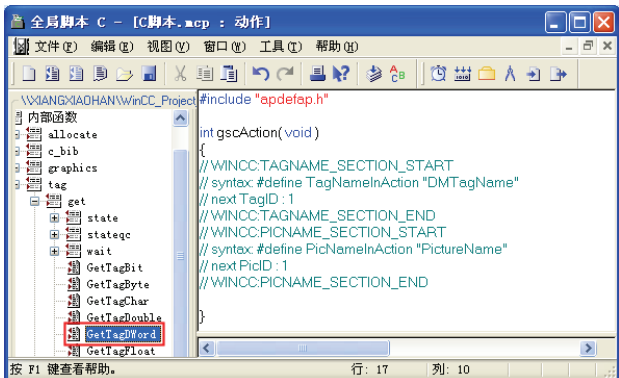

图 9-25 “GetTagDWord”的位置
4) 新建动作。单击全局脚本编辑器上的“新建动作”按钮，程序编辑区会弹出一个有头文件的程序，但具体程序还要读者编写，本例要用到两个内部函数：GetTagDWord 是读取 WinCC 的变量值，对于本例就是读取“C_fill”，SetTagDWord 写入 WinCC 的变量值，对于本例就是把运算结束的数值写入“C_fill”中。GetTagDWord 的位置在“内部函数”→“tag”→“get”中查找，如图 9-25 所示。SetTagDWord 在“内部函数”→“tag”→“set”中查找。